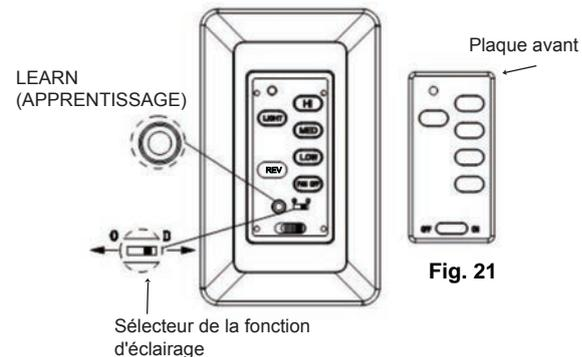

Fig. 21
ACTIVATION DU PROCESSUS D'APPRENTISSAGE (Fig.21)
1. Utilisez un petit tournevis plat et soulevez délicatement la plaque avant du haut de l'émetteur mural (Fig. 21).
2. Une fois l'installation terminée, le courant CA est mis en marche et l'interrupteur **OFF**  **ON** est en position de marche (ON) dans les 30 secondes, appuyez et maintenez le bouton LEARN enfoncé pendant 3 secondes. Le ventilateur se met en marche à vitesse moyenne et l'éclairage (si installé) s'allume. Le paramètre SMART SYNC est donc actif et correct (Fig. 21).
SÉLECTEUR DE LA FONCTION D'ÉCLAIRAGE (Fig. 21)